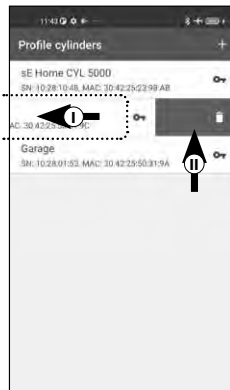

Abb. 26
- 5 Sie sehen die Liste mit angelegten Zylindern. Wischen Sie den Eintrag des Zylinders, den Sie löschen wollen, nach links (I) und tippen Sie auf das rechts erscheinende „LÖSCHEN“-Feld (II) (Abb. 26).